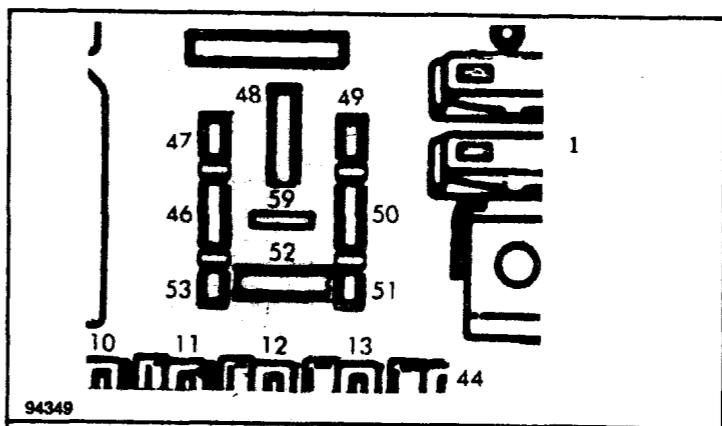

图1-14 检查油泵继电器电路 (电子燃油喷射-E III型控制系统)
1) 关闭点火开关，并从继电器板上拆下油泵继电器，然后把万用表接在继电器48号线与50号线之间(见图1-14)，这时万用表上的读数应该是12伏。